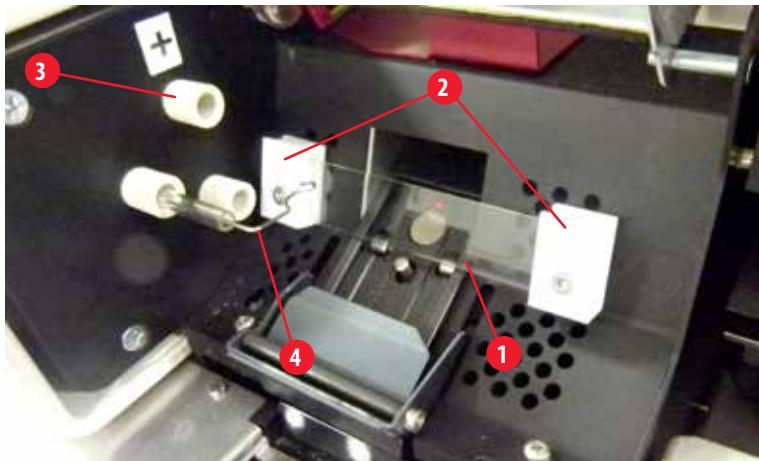

图 17
5. 确保接触弹簧(→"图 16-2")/(→"图 17-4")已从灯泡的点火线(→"图 18-1")上拆下(另请参见(→"图 17")。